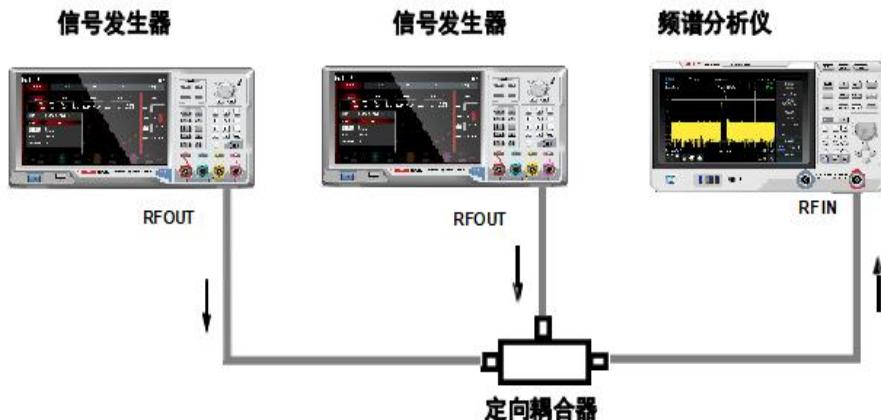

图 3-4：获取两路信号的仪器设置
1. 如图 3-4 所示，将两个信号源通过定向耦合器连接到频谱分析仪的 RF IN 端口。
1. 如图 3-4 所示, 将两个信号源连接到频谱分析仪的输入端口。